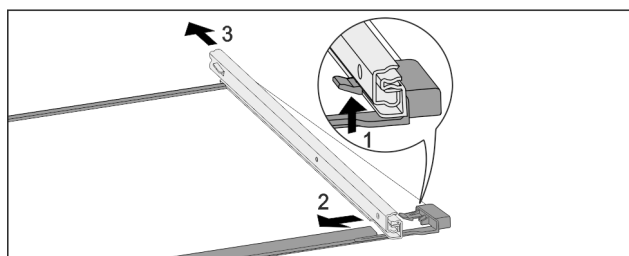

Fig. 58 Стеклянная пластина с направляющими
- ▶ Отожмите передний стопорный крючок вверх. Fig. 58 (1)
- ▶ Сдвиньте выдвижную направляющую в сторону Fig. 58 (2) и назад Fig. 58 (3).